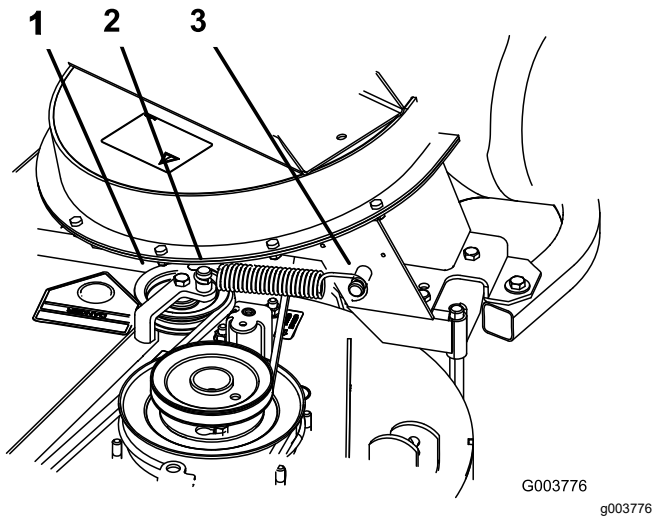

Figura 44
8. Instale el muelle según se muestra en Figura 44.